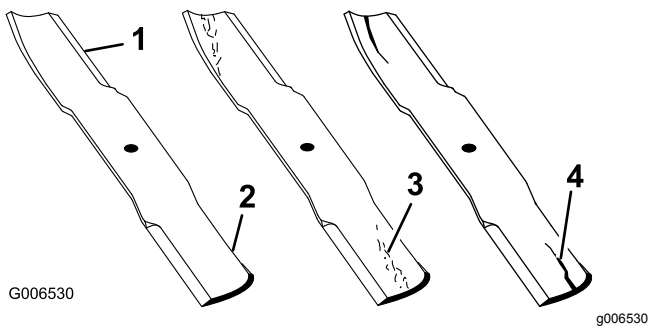

Figure 50
1. Examinez le tranchant des lames (Figure 50).
4. Remplacez immédiatement toute lame fendue, usée ou qui présente une entaille sur cette partie (Figure 50).